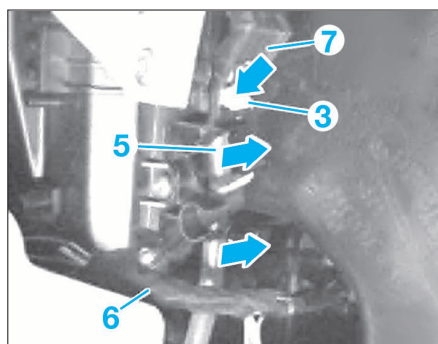

FIG. 38
- Dégrafer le câble (6) (Fig.38).
- Détacher la tringle de liaison (5) dans le sens de la flèche.
- Débloquer le clip de verrouillage (3) (Fig.36) ou (Fig.38) puis déposer le servomoteur avec son support (7) en le tirant vers l'avant et vers le bas.